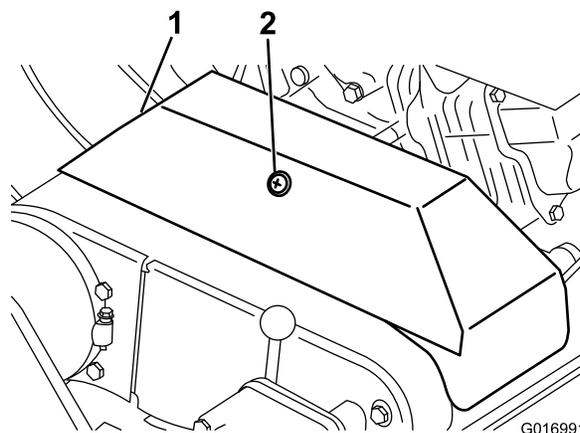

図 39
2. V ベルトカバーを固定しているリテーナをゆるめて、カバーを開ける 図 39。
2. Vベルトカバーを固定しているリテーナをゆるめて、カバーを開ける 図 39。